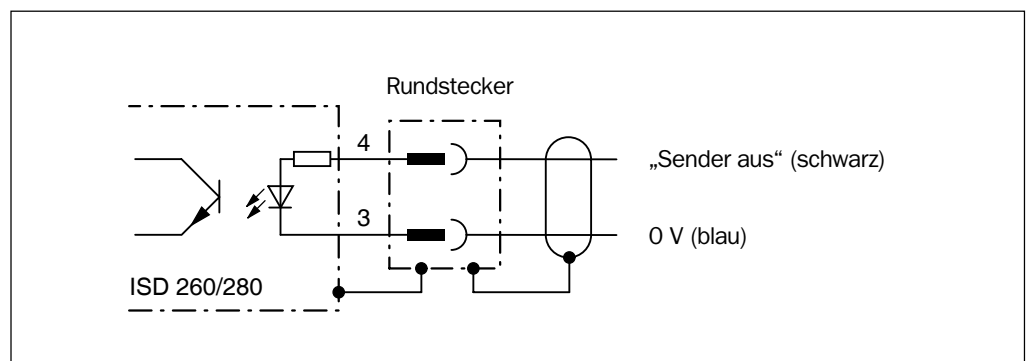

Abb. 5-17: ISD 260/280: Anschlussbild des PNP-Eingangs „Sender aus“
- Der Schalteingang „Sender aus“ kann verwendet werden, um bei Bedarf den Sender der Geräteeinheit auszuschalten. Hierzu sind DC +24 V anzulegen. Abb. 5-17 und Tab. 5-14 stellen das Anschlussbild u. die Kenndaten des Eingangs dar.